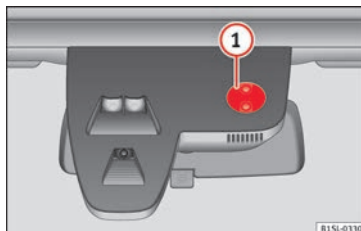

Bild 115 Referensyta på regnsensor.
Möjliga orsaker till felfunktioner och felaktiga avläsningar på området för regn- och ljussensorns referensyta » **bild 115 ①:**